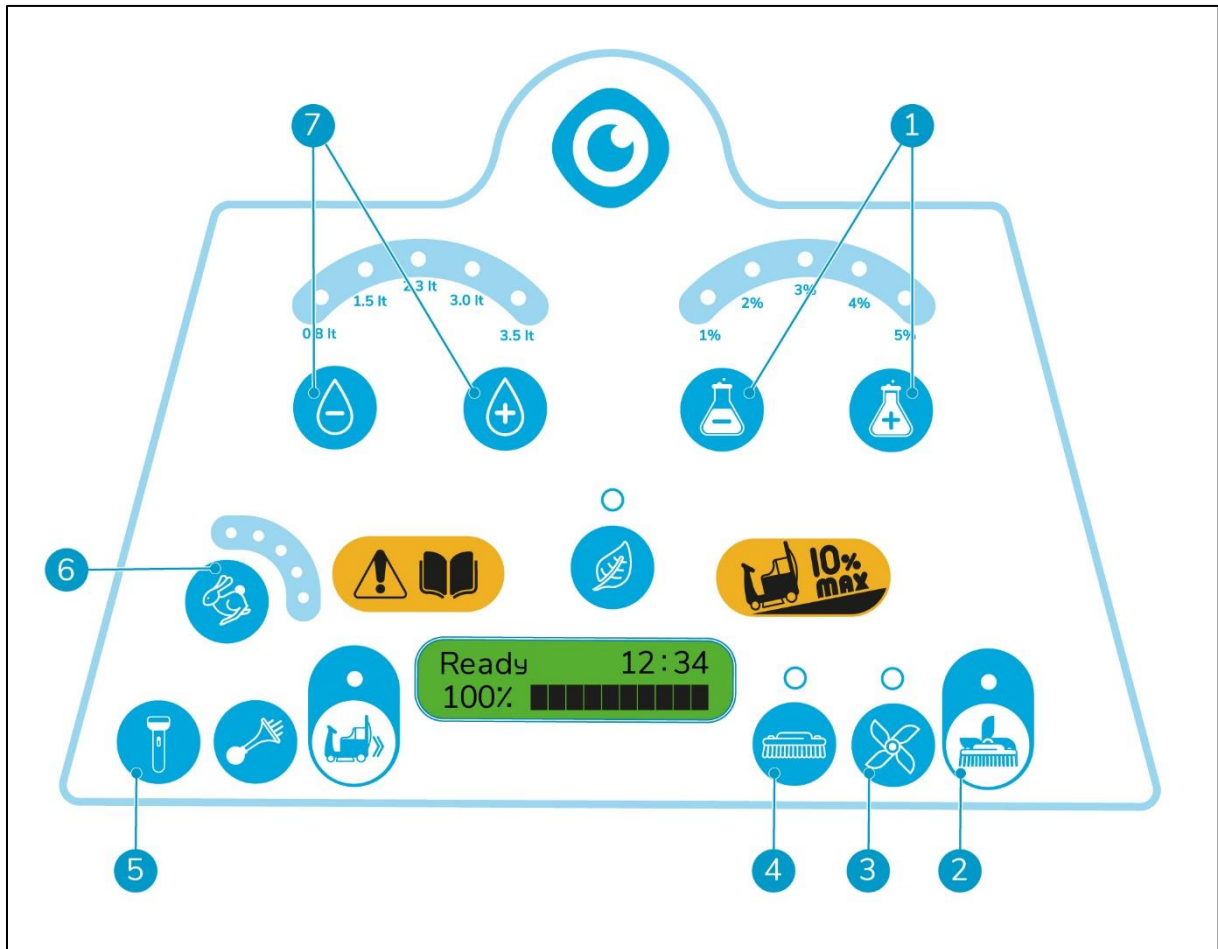

Figura 26
1. Scegliere la quantità di acqua da usare. Premere i pulsanti a sfioramento dell'acqua (Figura 26, pos 7) per una maggiore o una minore quantità di acqua. Sono disponibili cinque diversi livelli, consultare la sezione 2.1.
3. Premere i pulsanti a sfioramento del detergente (Figura 26, pos 1) per una maggiore o una minore quantità di detergente. Sono disponibili cinque diversi livelli, consultare la sezione 2.1.
- motore della spazzola a disco ON/OFF (Figura 26, pos 4) oppure
- motore d'aspirazione ON/OFF (Figura 26, pos 3) oppure
- spazzola a disco e motore d'aspirazione ON/OFF (Figura 26, pos 2).
5. Accendere le luci di lavoro (Figura 26, pos 5).
6. Scegliere la velocità desiderata (Figura 26, pos 6).